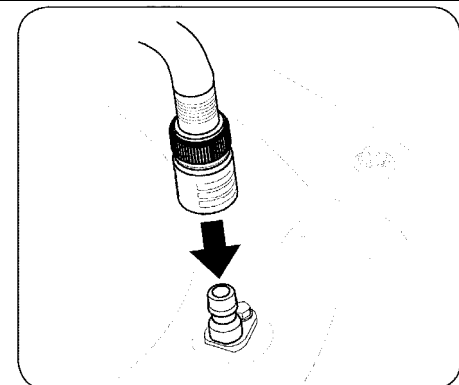

Рис.19
3. Присоедините переходник шланга к водяному порту, расположенному на деке косилки. См. Рисунок 19.